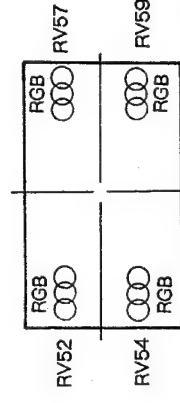

図 1-26
6. DC基板のRV52, RV54, RV57, RV59にて赤・緑・青のドットが重なるように調整する。(図1-26参照)